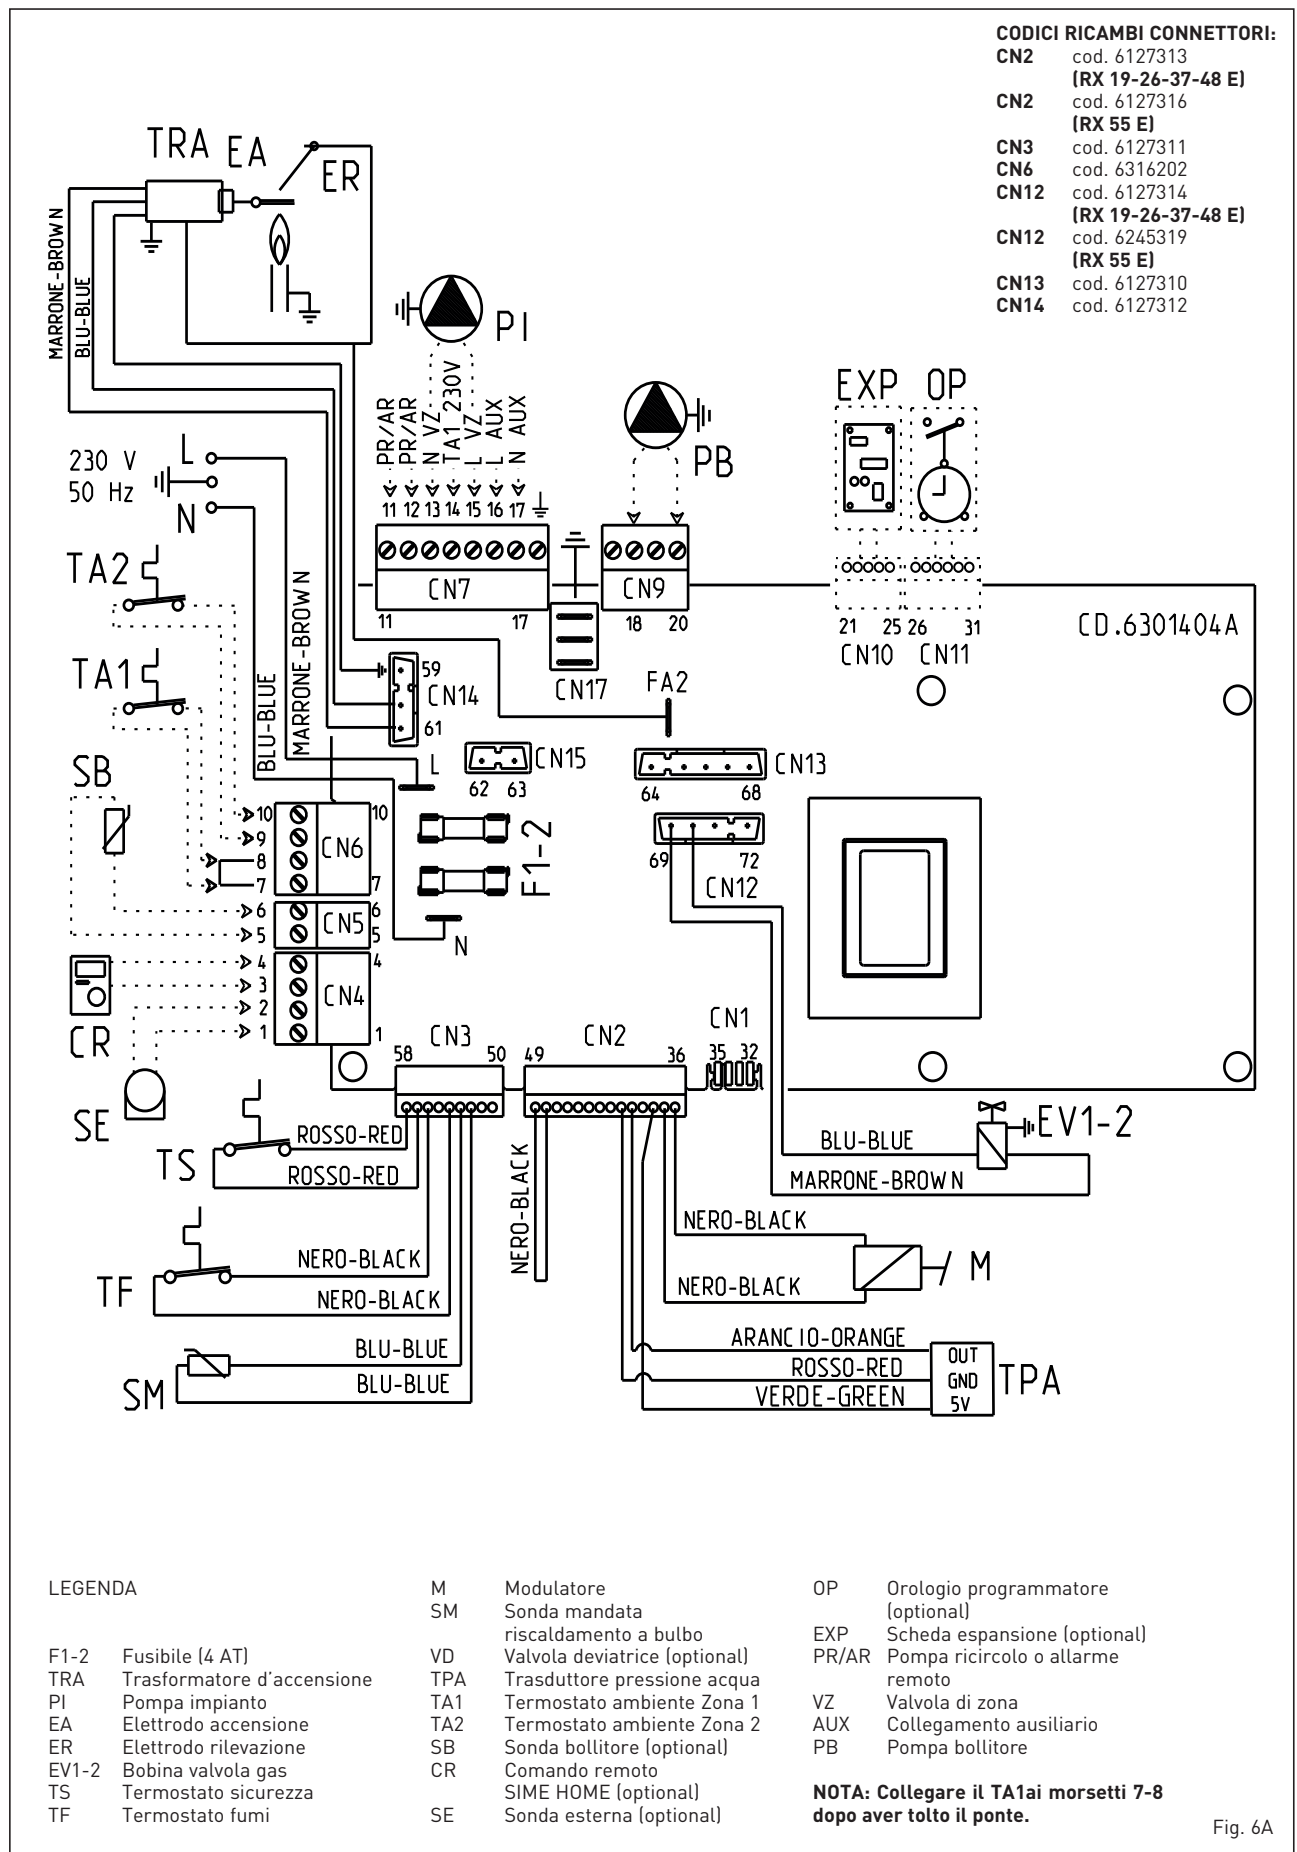

Fig. 6A
2.12.2 SCHEMA ELETTRICO CON DOPPIO CIRCOLATORE (fig. 6A)